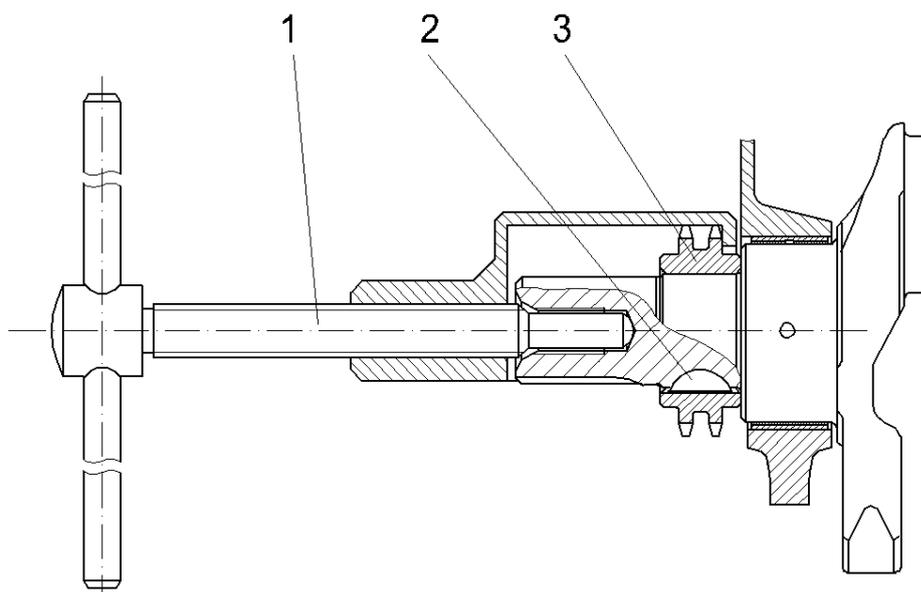

Рис.66. Снятие звездочки коленчатого вала:
- спрессовать звёздочку 3 (рис.66) с переднего конца коленчатого вала с помощью специального съёмника 1, вынуть шпонку 2 звёздочки;